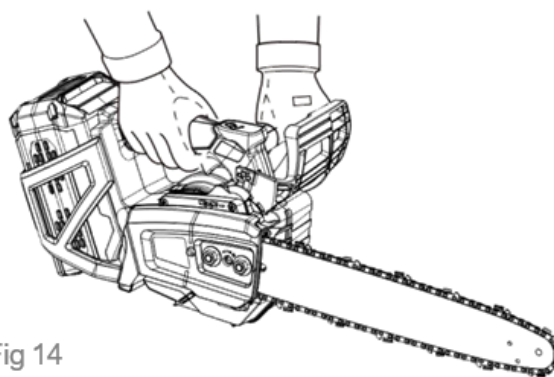

Fig 14
- Impugnare e controllare la motosega con la mano sinistra sull'impugnatura anteriore e la mano destra sull'impugnatura posteriore; avvolgere il pollice attorno alle maniglie (Fig. 14).